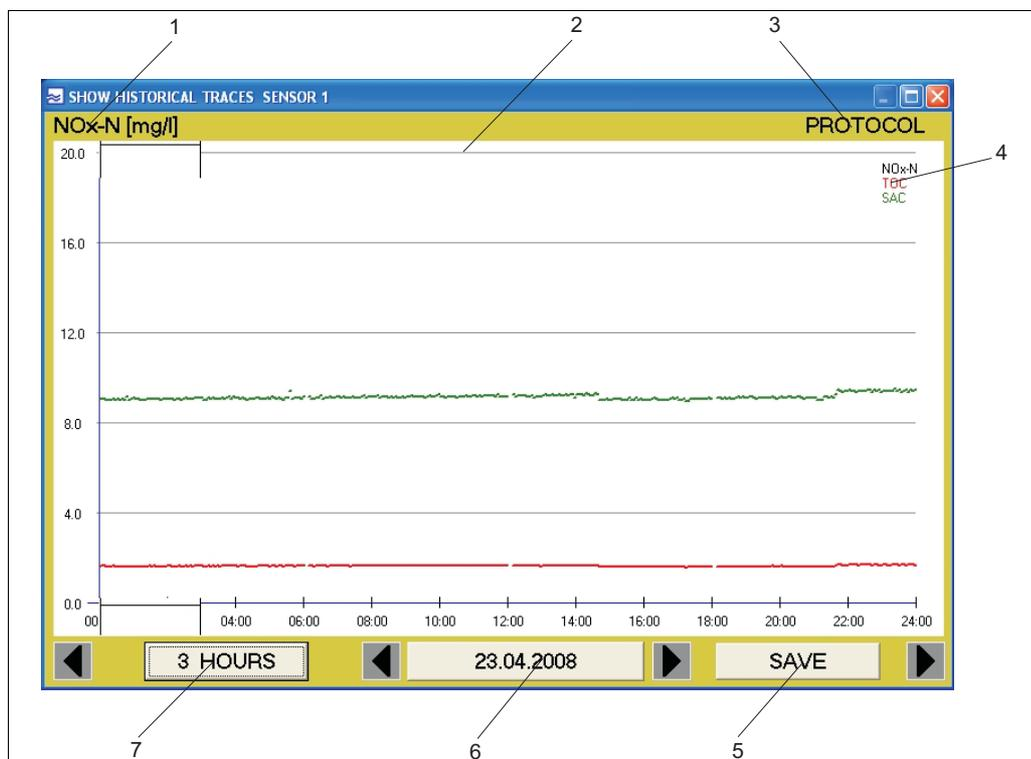

Fig. 33: Cronologia curve
Spostare la finestra dell'ora (pos. 2, fig. 33) nel punto della curva che si desidera esaminare più dettagliatamente. Quindi fare clic sul pulsante 3 ORE. Viene quindi visualizzata la curva relativa al periodo di tempo selezionato. Facendo clic sul pulsante 24 ORE si ritorna indietro.
Fare clic su PROTOCOLLO (pos. 3, fig. 33) per visualizzare il registro giornaliero.
La scalatura dell'asse Y è determinata da un parametro (pos. 1, fig. 33). In questa schermata si tratta di NO_x-N. Per modificare la scalatura, fare clic sul parametro visualizzato. Si apre la seguente finestra:
Qui sono visualizzati i parametri selezionati per la misura (pos. 4, fig. 33). A ogni parametro è assegnato un colore specifico per permettere l'identificazione delle curve.
Fare clic sul pulsante SALVA (pos. 5, fig. 33) per salvare i valori misurati relativi al giorno selezionato in un file csv.
La visualizzazione della data (pos. 6, fig. 33) permette di conoscere la data di creazione della curva. È possibile utilizzare i tasti freccia per spostarsi avanti e indietro.
Questo pulsante (pos. 7, fig. 33) consente di scegliere tra la visualizzazione 24 ore o 3 ore.